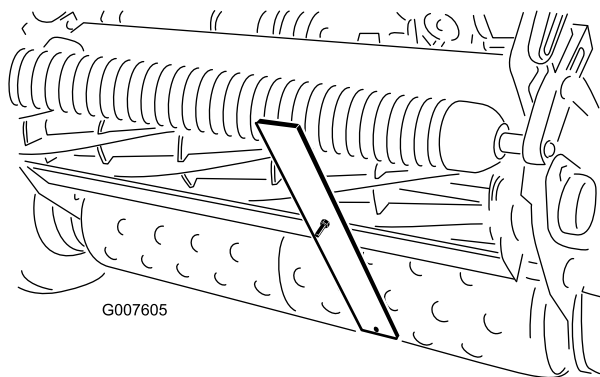

図 49
4. ゲージバーのネジ頭を下刃の先端に引っ掛け、バーの後端を後ローラに当てがう図 49。